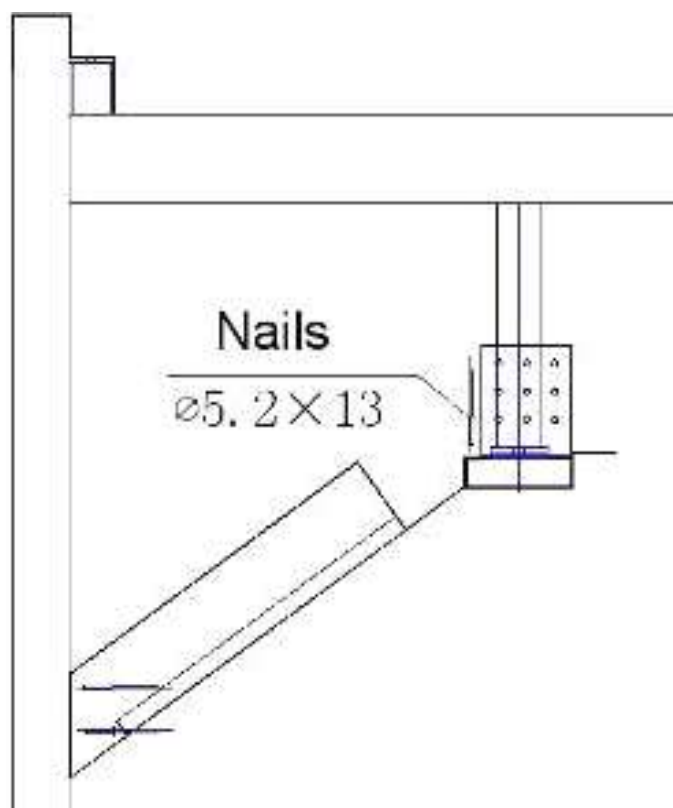

Рис. 2.12
3. Установите светильники и нанесите прозрачный герметик, см. рис. 2.12